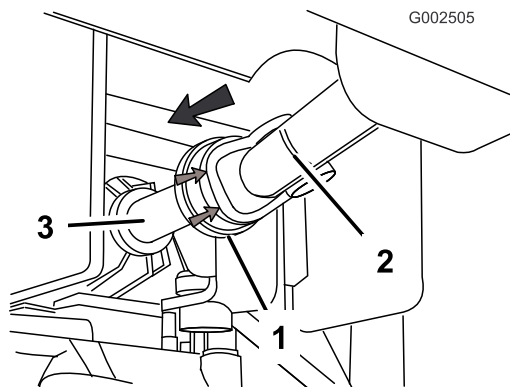

Рисунок 14
- Потяните назад резиновый кожух передней части приводного вала VOM (Рисунок 14).
- Установите приводной вал на хвостовик VOM (Рисунок 14).